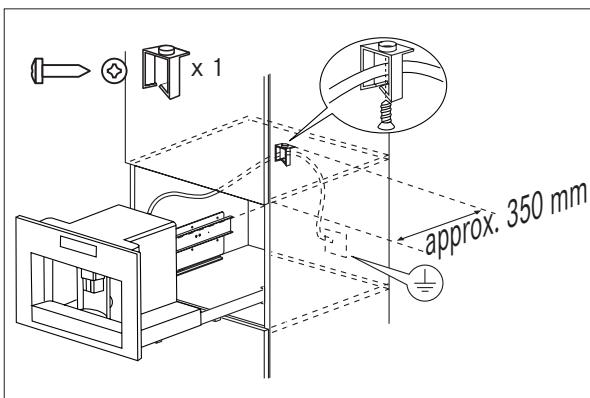

Fig. 6
- ▶ Fixez le câble électrique avec la pince (Fig. 6). Le câble électrique doit être suffisamment long pour permettre d'extraire l'appareil de l'armoire pour remplir le récipient de grains de café.